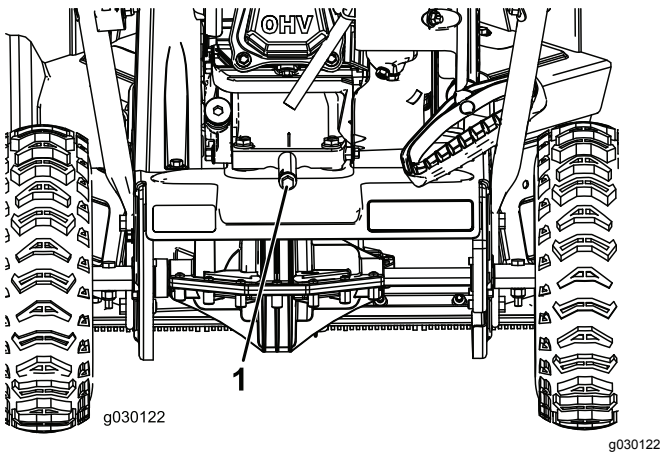

Figura 21
2. Coloque un recipiente de aceite usado debajo del tapón de vaciado de aceite, retire el tapón de vaciado de aceite e incline la máquina hacia atrás, y drene el aceite usado en el recipiente (Figura 21).